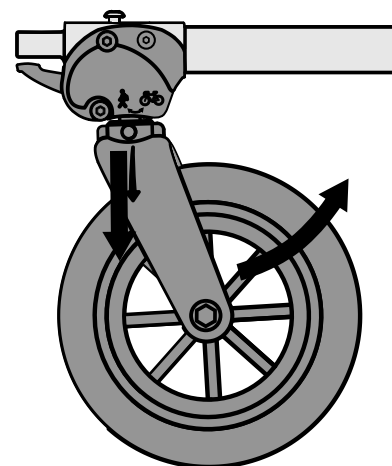
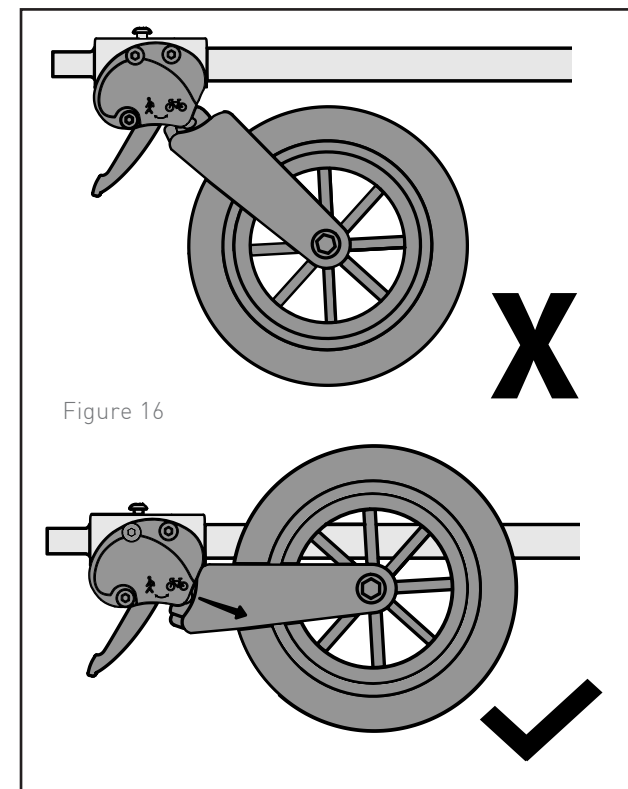

Figure 15
Figure 16
1. Tirez la fourche vers le bas (Figure 15) et faites-la pivoter pour passer en mode poussette, comme sur l'illustration. La fourche se verrouille automatiquement en mode remorque lorsqu'elle est correctement positionnée (Figure 16).